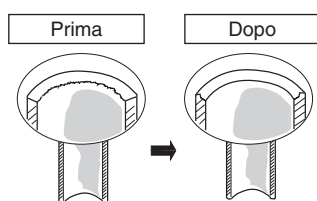

Fig. 5-1
- (1) Tagliare il tubo in rame alla lunghezza desiderata con una tagliatubi. È consigliabile tagliare da 30 a 50 cm in più rispetto alla lunghezza stimata del tubo.
- (2) Rimuovere le bave alla fine del tubo di rame svasato con un alesatore o una lima. Questa precauzione è importante e deve essere osservata con la massima attenzione per assicurare una buona svasatura. Assicurarsi di impedire l'ingresso di contaminanti (umidità, sporco, trucioli di metallo ecc.) nei tubi. (Fig. 5-1 e 5-2)